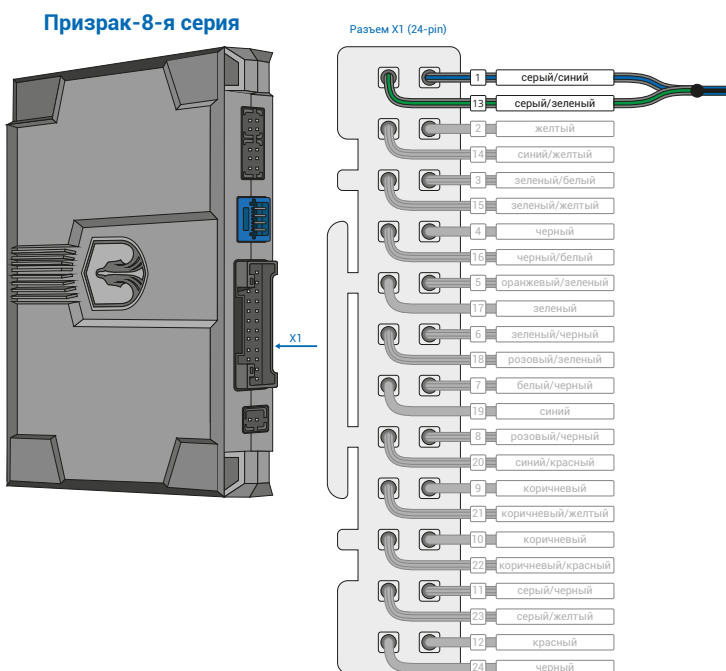

Рис.1 Призрак-8-я серия
2. Объедините между собой серый/синий провод (контакт №1) и серый/зеленый провод (контакт №13), находящиеся в разъеме X1 (см. рис.1). Подключите их к шине данных а/м: синий/черный провод (контакт №11) слева наверху на торце салонного блока предохранителей (см. рис. 2-3).